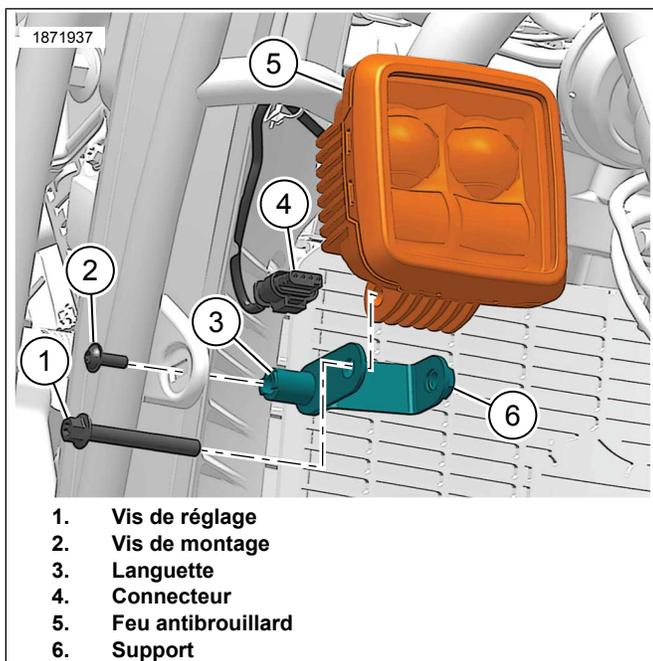

Figure 10. Feu antibrouillard
1. Voir la figure 10. Installer le support de montage.
- a. Aligner la languette (3) sur le support de montage avec la fente sur la protection du moteur.
- b. Installer la vis de montage (4). Serrer.